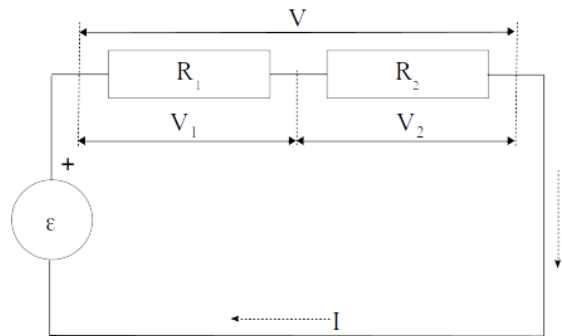

Figura 2: Circuito de cc con dos resistencias en serie
En la Figura 2 se representa a un circuito con 2 resistencias conectadas en serie. La intensidad que circula por las tres resistencias es la misma (I), mientras que la ddp en bornes del conjunto de resistencias (V) cumple la condición: